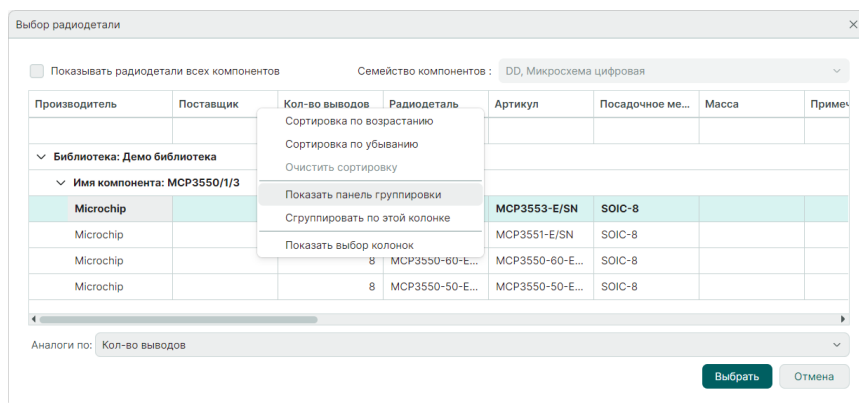

Рис. 102 Группировка радиодеталей по умолчанию
3. По умолчанию данные сгруппированы по столбцам «Библиотека» и «Имя компонента». Для отображения панели группировки используйте команду контекстного меню «Показать панель группировки» для любого заголовка столбца, см. Рис. 102.